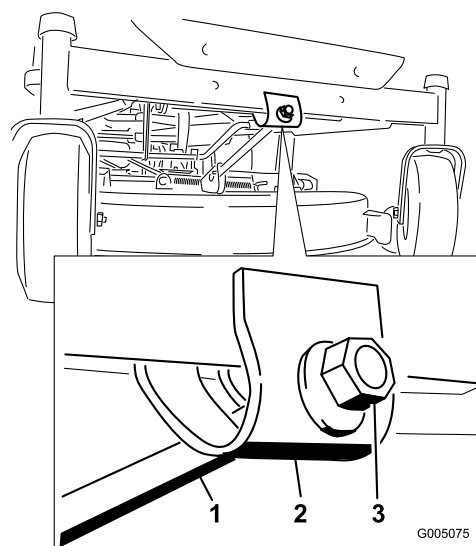

Figura 44
7. Per regolare l'inclinazione longitudinale della lama, ruotate il dado di regolazione nella parte anteriore del tosaerba (Figura 44).